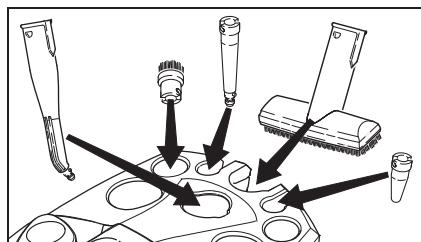

Рис. 1
- ➔ Ручную форсунку (E1) вставить в подходящий держатель для принадлежностей (см. рис. 1).